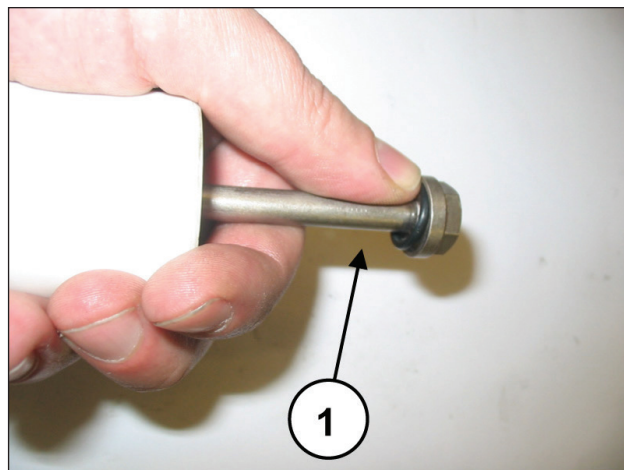

Fig. 46
Para cada desmontagem, todos os O-ring do grupo de pistão deverão ser substituídos (Fig. 46, pos. ①).